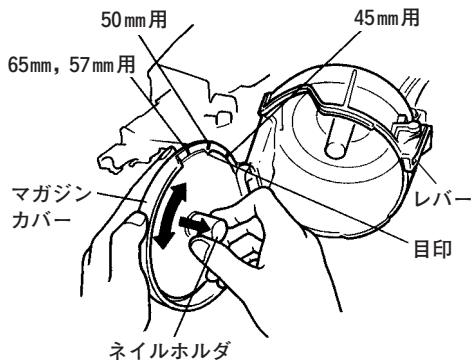

図 6
- 使用する釘の長さに応じてネイルホルダの高さ位置を調整してください。調整はネイルホルダを指でつまんで引き上げ、回わして目印をマガジンカバーの数字(65, 57, 50, 45)に合わせます。(図6)